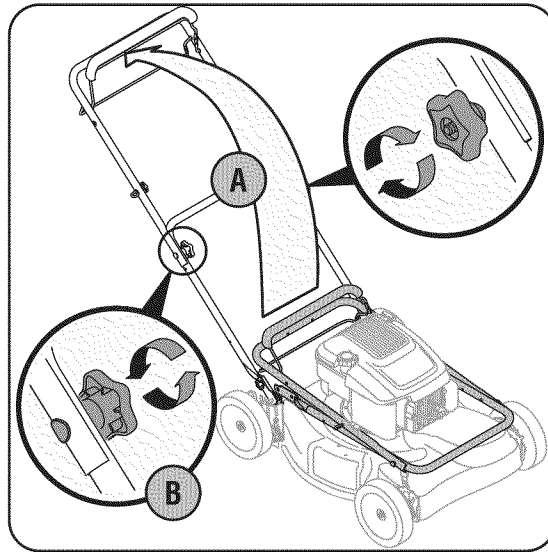

Figura 3-1
- a. Tire y retroceda la manija superior como se muestra en la Figura 3-1. Asegúrese de que la manija inferior esté asentada firmemente en los soportes de montaje de la manija.